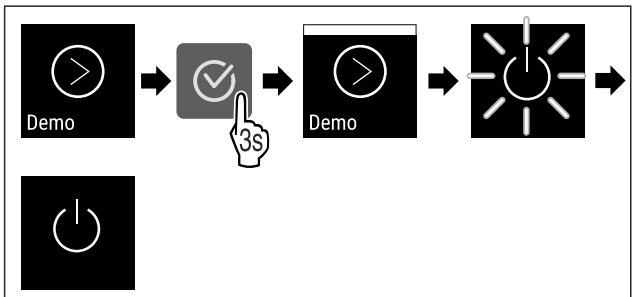

Fig. 100
- ▶ Obavite korake postupka (pogledajte Fig. 100).